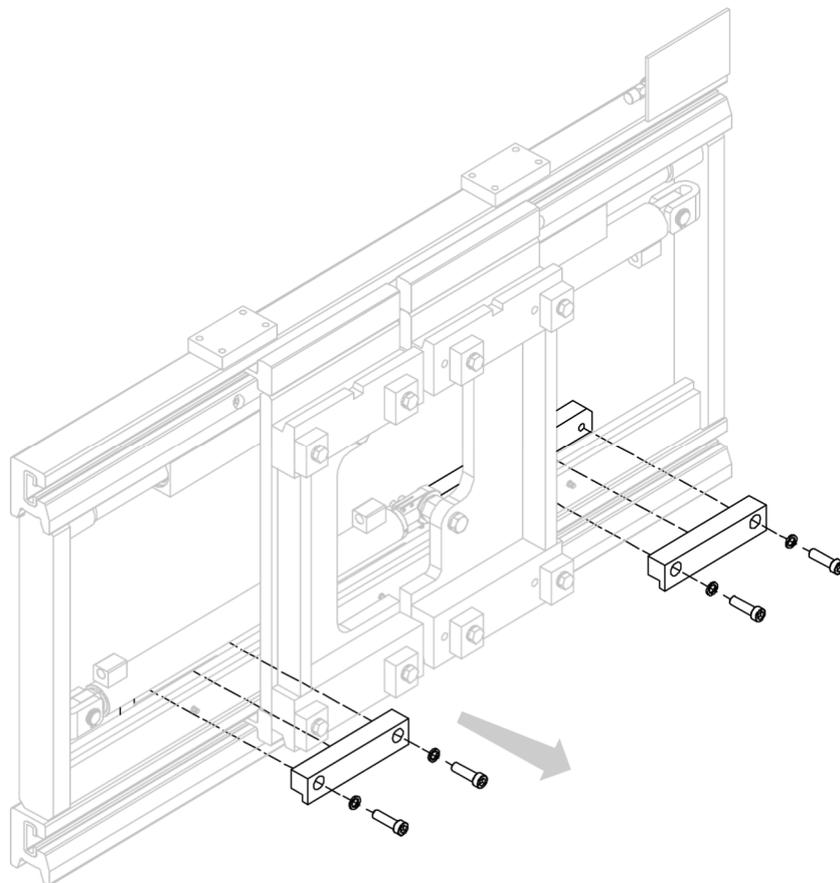

Figure 4
4. Retirer les crochets inférieurs qui lient la structure avant à la structure arrière (voir Figure 4).